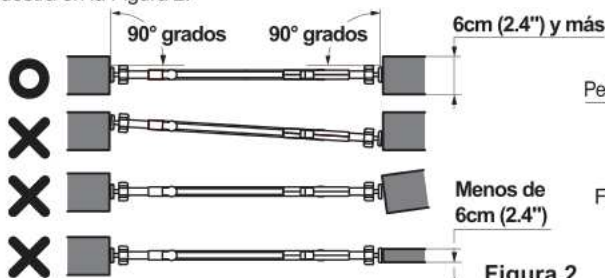
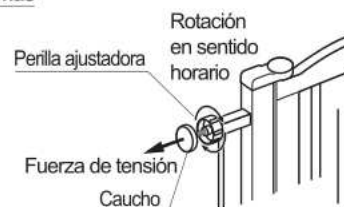

Figura 2
Figura 3
- Si el producto se ha instalado correctamente, la parte superior de la puerta (cuando se mira hacia abajo desde encima de la parte superior) será tan recta como una línea con cada extremo alineado en un ángulo de 90 grados según se muestra en la Figura 2.
1. Determine la dirección deseada de apertura de la puerta. Coloque el producto contra la pared en ángulo recto perpendicular según se muestra en la Figura 2. Apriete la Perilla Ajustadora superior hasta que el caucho de la Perilla Ajustadora haga contacto con la superficie de pared según se muestra en la Figura 3.